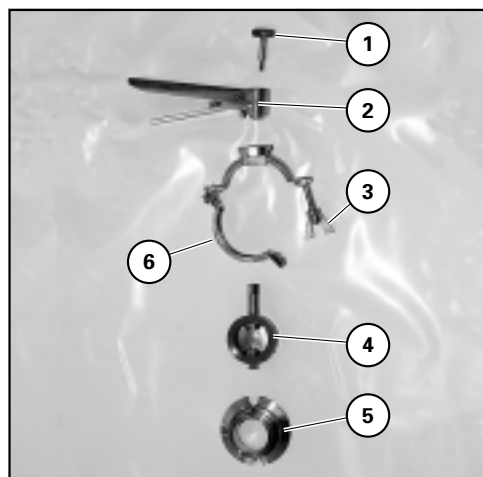

Bild 96 Ablasshahn zerlegen
- Die Ablasshähne dürfen nicht weiter zerlegt werden, wie es in Abschnitt 4.2.1.1, Bild 96, dargestellt ist.